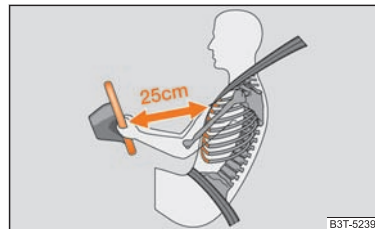

Fig. 155 Distanța sigură față de volan
- Atât pentru șofer cât și pentru pasagerul dreapta este important să păstreze o distanță de circa 25 cm față de volan, respectiv de tabloul de bord ⇒ pagina 169, fig. 155. Dacă nu se respectă această distanță, sistemul airbag nu își poate exercita eficiența maximă – Pericol! Pe lângă acestea, scaunele din față și tetierele trebuie să fie întotdeauna reglate în funcție de mărimea corpului.